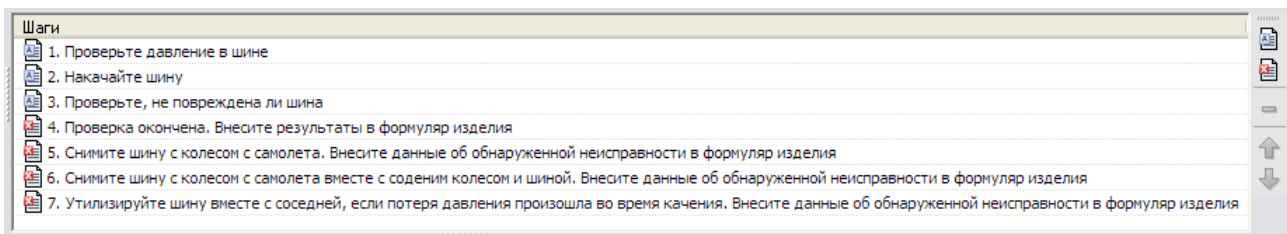

Рис. 6.30
5. Создайте следующие завершающие шаги (Рис. 6.30):